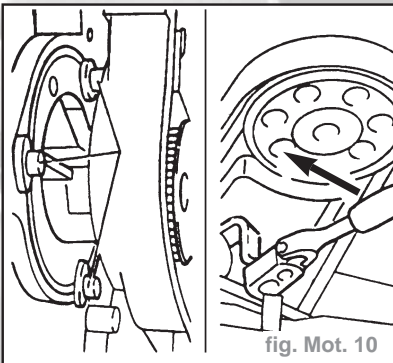

fig. Mot. 10
- Desserrer les boulons de fixation (1) et tourner la pompe à eau dans le sens de la flèche (utiliser **KM-637**) fig. Mot. 10).